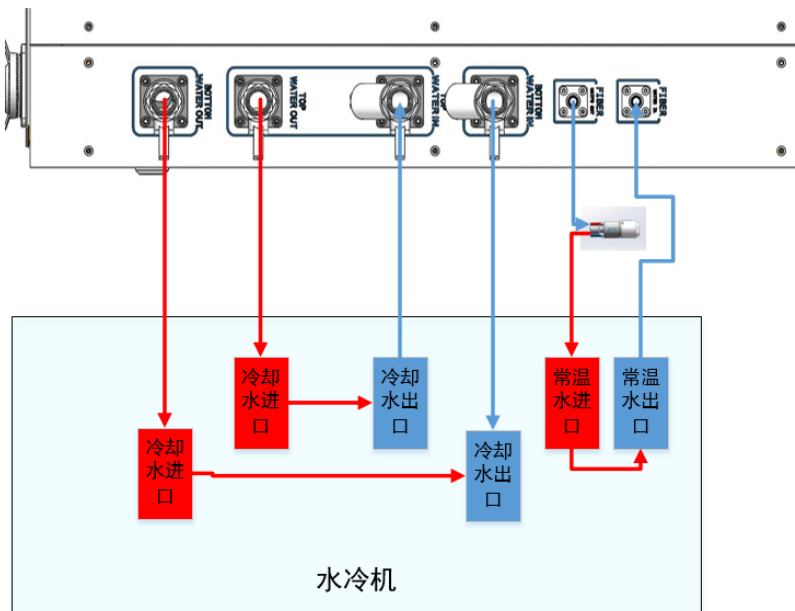

图 4 激光器冷却系统连接示意图
- (1) 激光器冷却水连接如图 4 所示, 箭头方向表示水流方向;
- (2) 冷却水需使用纯净水;
- (3) 为防止水冷机中的水生长霉菌导致管路堵塞, 建议在加注纯净水时添加酒精, 酒精的添加量为纯净水的 10%;
- (4) 当设备周围环境温度处于 $-10^{\circ}\text{C} \sim 0^{\circ}\text{C}$ 时, 必须使用体积比为 30%的乙二醇溶液, 并且每两个月更换一次;
- (5) 当设备周围环境温度低于 -10°C 时, 必须使用具有双制功能的水冷机, 并且保证冷却系统不间断运行。